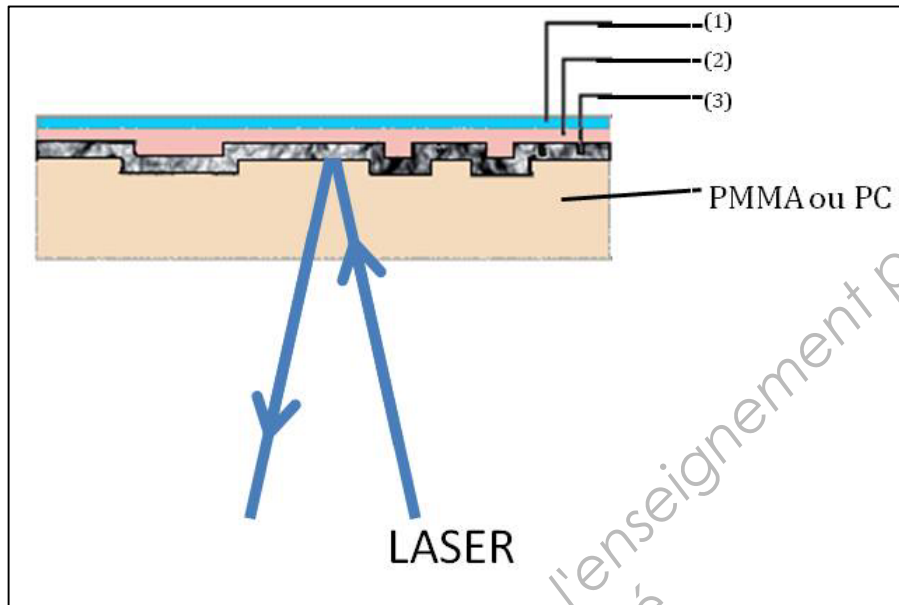

Figure 2 : Schéma fonctionnel d'un lecteur CD
2. La figure 2 représente le trajet du rayon du laser du lecteur CD à travers le substrat (4) formé de polyméthacrylate de méthyle (PMMA) ou de polycarbonate (PC).
En vous aidant des figures 2 et 3, indiquer la matière plastique la plus adaptée pour fabriquer un CD. Justifier la réponse.